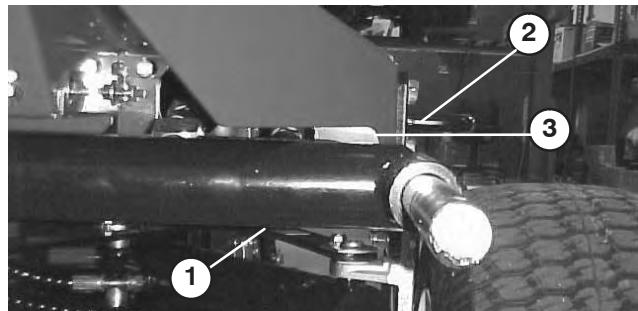
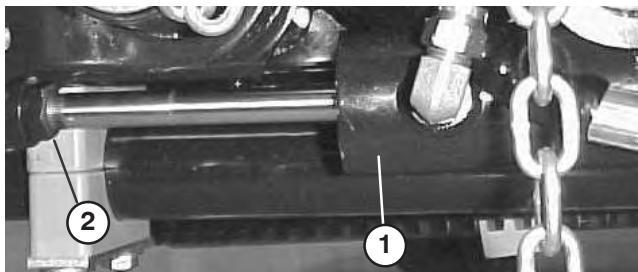
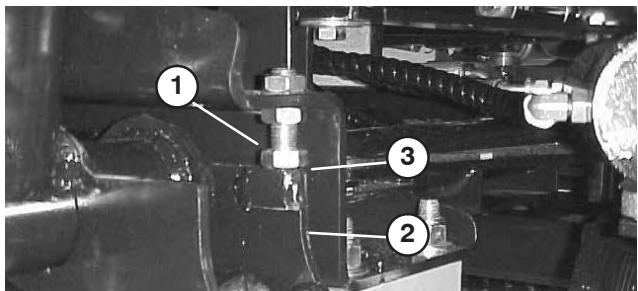

Figure 20
Figure 21
Figure 22
1. Mettez le moteur en marche, élévez les bras de levage et vérifiez que l'écartement entre chaque bras de levage et le support de la plaque de plancher est compris entre 4,57 et 8,13 mm (Fig. 20). Si ce n'est pas le cas, reculez les boulons d'arrêt (Fig. 22) et réglez le vérin de manière à obtenir l'écartement voulu. Pour régler le vérin, reculez l'écrou de blocage sur le vérin (Fig. 21), retirez l'axe à l'extrémité de la tige et tournez la chape. Posez l'axe et vérifiez l'écartement. Répétez la procédure au besoin. Serrez l'écrou de blocage de la chape.
2. Vérifiez que l'écartement entre le bras de levage et le boulon d'arrêt est compris entre 0,127 et 1,016 mm (Fig. 22). Si ce n'est pas le cas, réglez les boulons d'arrêt de manière à obtenir l'écartement voulu.